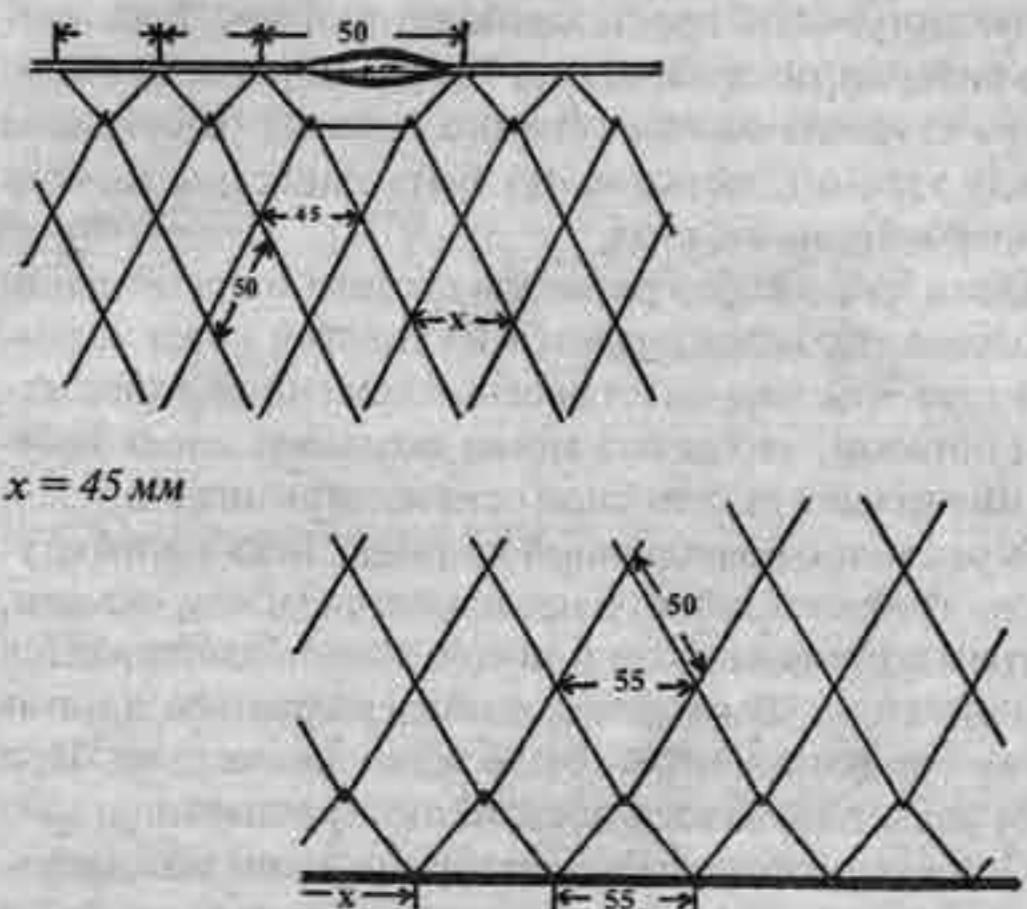

Рис. 12. Расстояние между узлами для сети с шагом ячей 50 мм
Длина сети определяется внутренним размером ромба, который в свою очередь определяется значением посадочного коэффициента (ПК). Внутренний размер ромба (X) есть расстояние между двумя узлами на подборе (см. рис. 12).